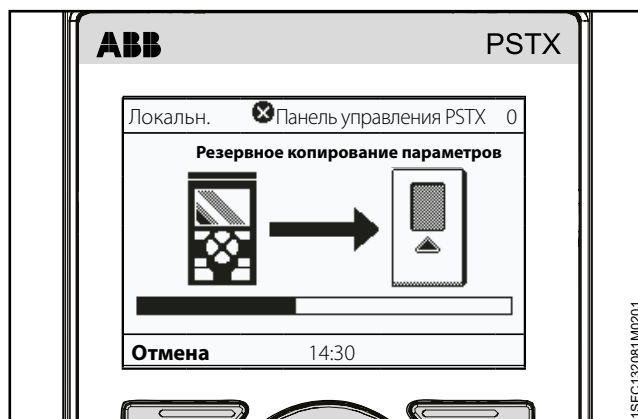

Рис. 6.26
4. Нажмите клавишу «Выбор» для передачи параметров. Ход выполнения отображается, как показано на **Рис. 6.26**.